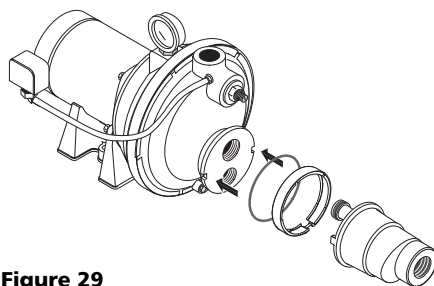

Figure 29
- Placer les joints toriques dans leurs gorges sur le venturi et le flasque de la pompe (voir Figure 29).
- En s'assurant que les languettes et les rainures sont alignées, insérer le venturi dans l'orifice supérieur de la pompe (voir Figure 29).